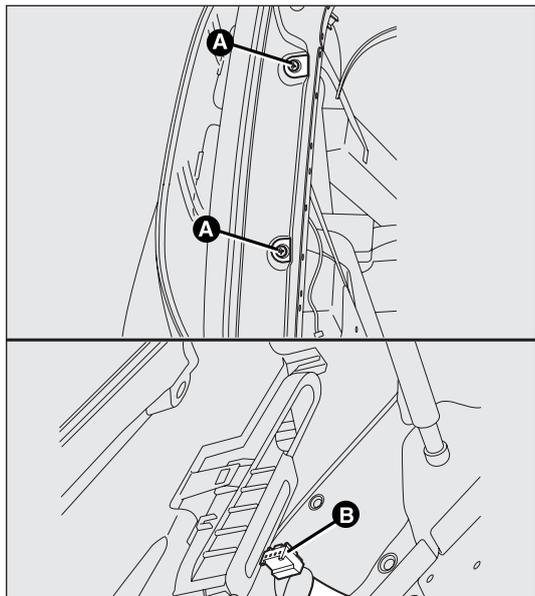

fig. 169
Les groupes optiques arrière contiennent les ampoules des feux de position (à DEL), de stop et de direction. La disposition des ampoules du groupe optique fig. 169 est la suivante :
- dévisser les vis de fixation A-fig. 169 ;